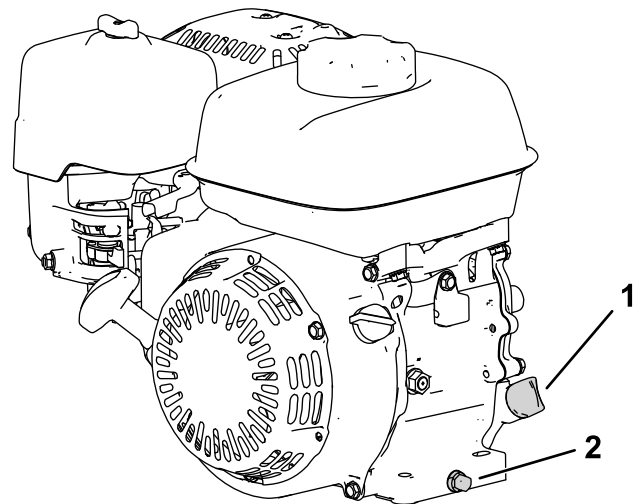

Bild 17
2. Stellen Sie die Maschine so, dass der Motor eben steht, und reinigen Sie dann den Bereich um das Ölfüllrohr (Bild 17).
3. Entfernen Sie die Ablassschraube (Bild 17).